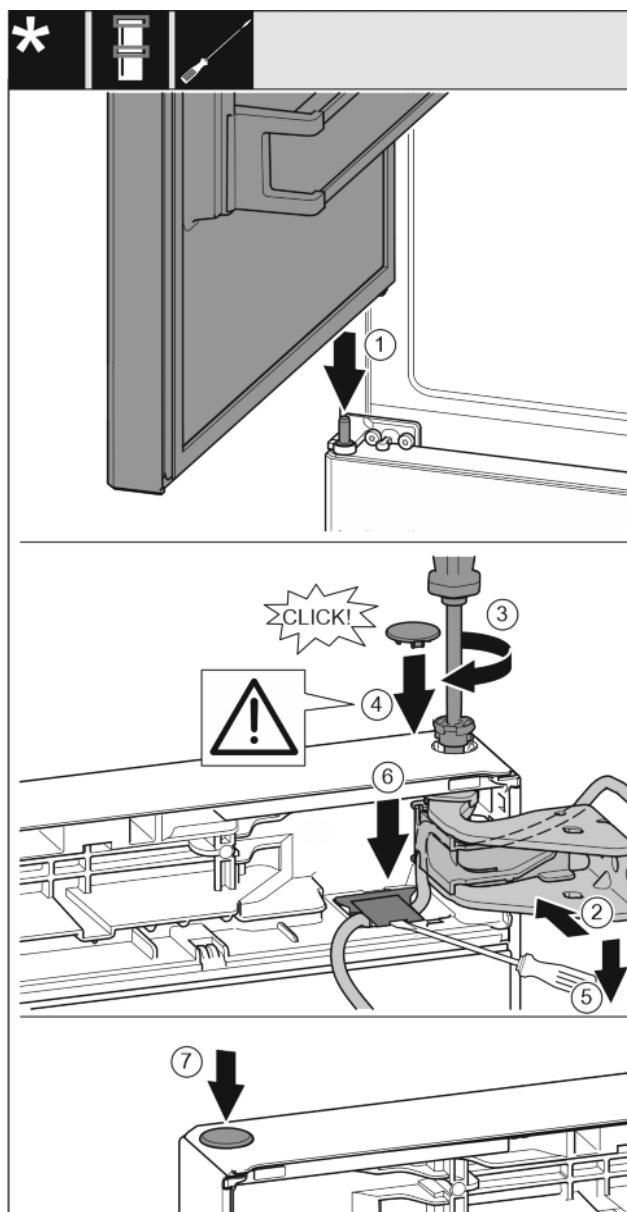

Fig. 33
- Obere Tür auf mittleren Lagerbolzen setzen Fig. 33 (1)
- Tür oben zur Öffnung im Lagerbock ausrichten. Fig. 33 (2)
- Bolzen einsetzen und mit Schraubendreher T15 festschrauben. Fig. 33 (3)
- Sicherungsabdeckung zur Sicherung der Tür montieren: Sicherungsabdeckung einsetzen und kontrollieren ob sie auf der Tür aufliegt. Ansonsten Bolzen vollständig einsetzen. Fig. 33 (4)
- Mit dem Schlitzschraubendreher die Abdeckung anheben und herausziehen. Danach den Kabel darunter einsetzen. Fig. 33 (5)
- Abdeckung wieder einsetzen und nach unten drücken bis sie einrastet. Fig. 33 (6)
- Stopfen einsetzen. Fig. 33 (7)